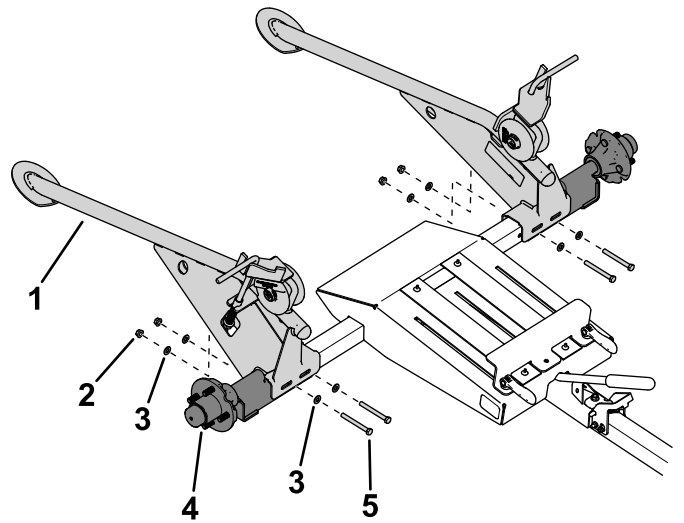

Figura 3
2. Utilice 4 pernos ($\frac{3}{8}$ " x $3\frac{1}{2}$ "), 4 tuercas ($\frac{3}{8}$ ") y 8 arandelas ($\frac{3}{8}$ ") para fijar los cubos de rueda y el kit de rampa de raíles o el kit de rampa plana al bastidor (Figura 3).